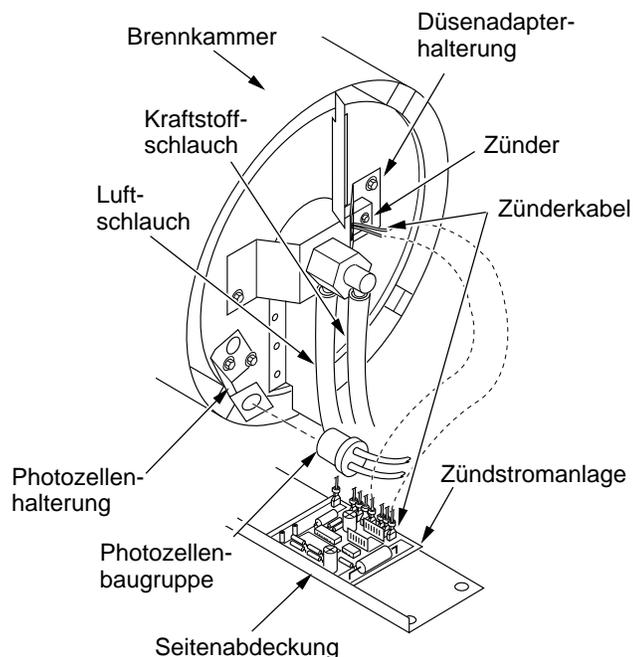

Abbildung 11 - Zündkabel von der Zündstromanlage abtrennen
4. Die Zünderkabel (schwarz) von der Zündstromanlage abtrennen (siehe Abb. 11). Die Zünderkabel durch das Loch im unteren Gehäuse nach oben ziehen.
5. Die Kraftstoff- und Luftschräume abtrennen. Die Photozelle aus der Photozellenhalterung entfernen (siehe Abb. 11).